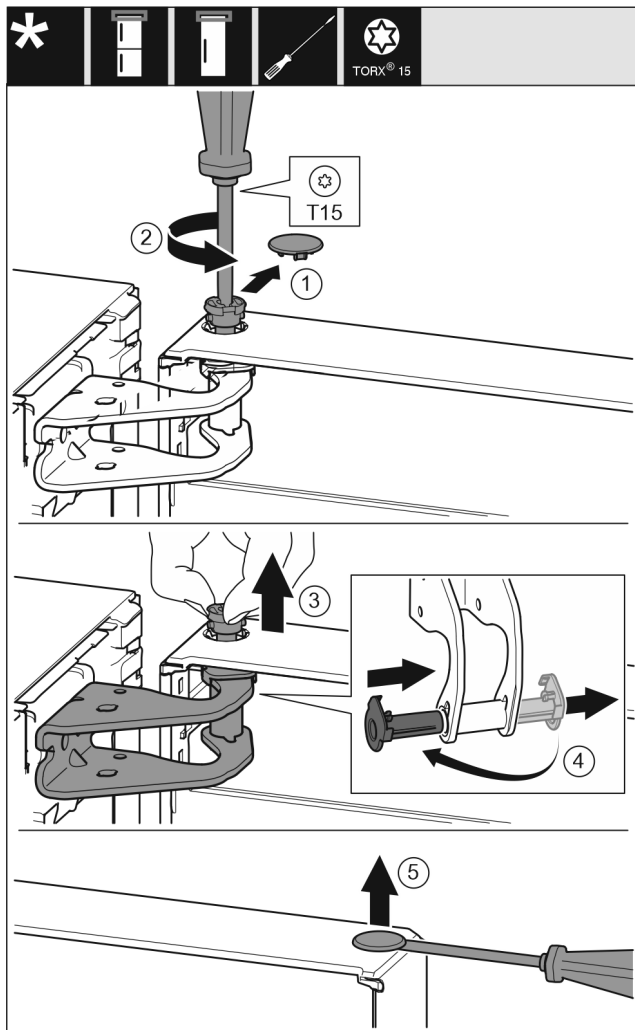

Fig. 10
- ▶ Ostrożnie zdjąć osłonę zabezpieczającą. Fig. 10 (1)
- ▶ Sworzeń wykręcić nieco przy pomocy śrubokręta T15. Fig. 10 (2)
- ▶ Przytrzymać drzwi i wyjąć sworzeń palcami. Fig. 10 (3)
- ▶ Tuleję łożyskową wyjąć z prowadnicy. Założyć z drugiej strony i zazębnić. Fig. 10 (4)
- ▶ Zatyczkę ostrożnie podważyć przy pomocy śrubokręta i wyjąć z tulei łożyskowej drzwi. Fig. 10 (5)